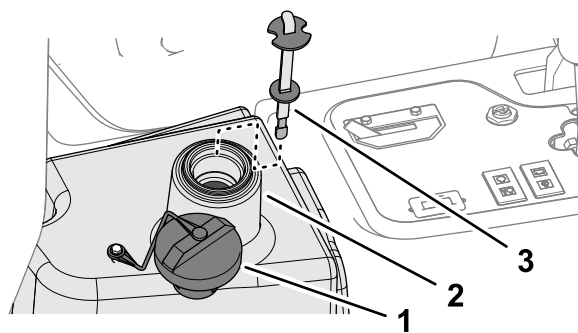

Figure 91
2. Nettoyez la surface autour du goulot et du bouchon de remplissage du réservoir de liquide hydraulique (Figure 91), et enlevez le bouchon.